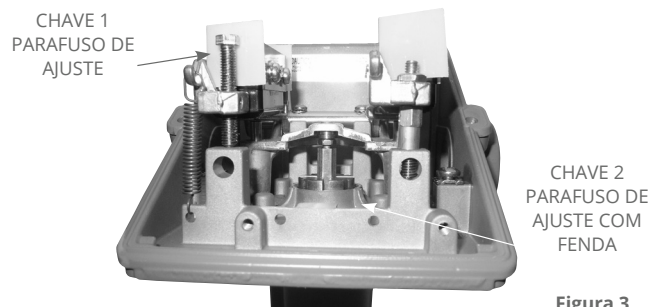

Figura 3
- 1 A chave nº 2 deve ser ajustada primeiro e no set point mais alto. Usando uma chave de fenda, ajuste a chave nº 2 girando o parafuso de ajuste com fenda (veja a Figura 3) no sentido horário para aumentar o set point ou no sentido anti-horário para diminuir o set point.
- 2 Ajuste o set point da chave nº 1 para um set point igual ou inferior ao da chave nº 2 girando o parafuso de ajuste da chave nº 1 (veja a Figura 3) no sentido horário para aumentar o set point ou no sentido anti-horário para diminuir o set point. A separação máxima entre as chaves nº 1 e nº 2 é definida na Tabela 1. As duas chaves estão agora definidas.